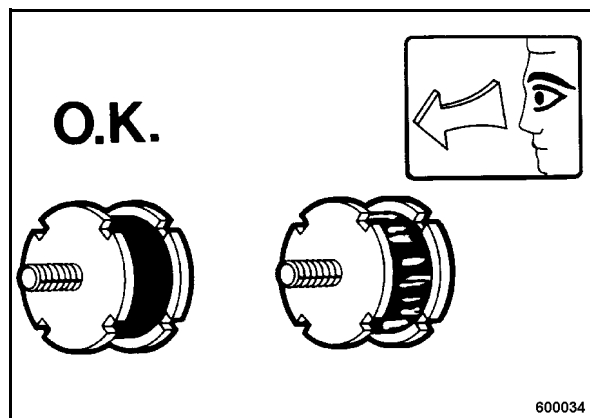

рис. 71
- Проверить все резиновые амортизаторы (рис. 71) на предмет глухости посадки, трещин и вырывов и в случае повреждения заменить.